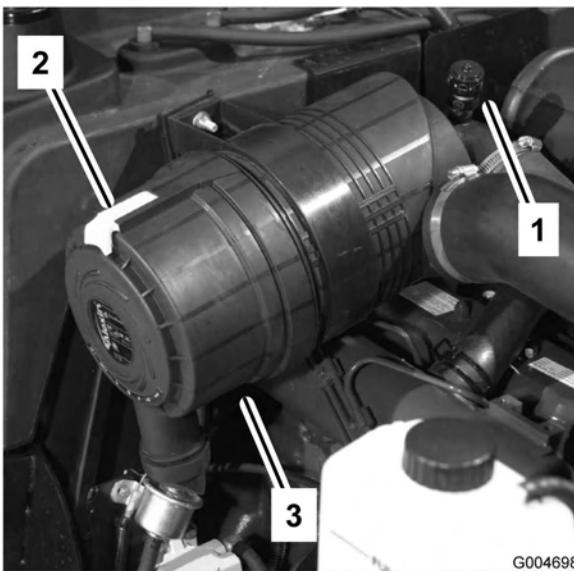

Figura 45
6. Se la spia (Figura 45) è rossa, resettatela.